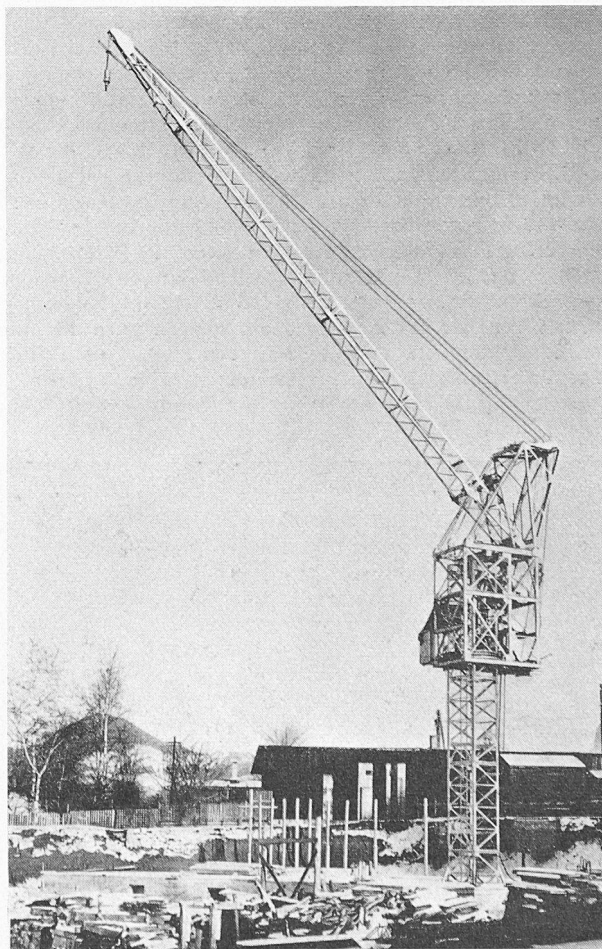

Bild 7. Kletterturmdrehkran *Schwing KTK 28 W* mit Wippausleger
Bei der Ueberflutung zweier Schalenräume soll die Schwimmfähigkeit des vollbeladenen Schiffs noch voll gewahrt bleiben. Um diese Forderung zu erfüllen, ist die Schale der «Romanshorn» in 13 Räume unterteilt. Bild 7 zeigt einige der extremsten Schwimmlagen, die sich bei der Ueberflutung zweier benachbarter Räume des vollbeladenen Schiffs ergeben. Die Stabilität ist noch gut; in einzelnen Fällen ist die metazentrische Höhe sogar noch grösser als in der Normal-lage.
*Hochhauskletterkrane* sind die jüngsten Kinder der Baukranproduktion und sind für den Hochhausbau in Stahlbetonskelett-Bauweise, wie dieser in der Schweiz besonders gepflegt wird, unbedingt erforderlich. Gleich drei Erzeugnisse wurden gezeigt: *Hilgers-Vögele* Typ SK 25 N, *Liebherr* 25 HGS, *Schwing* KTK 28 W (Bild 7), der erstgenannte mit Laufkatzenausleger, die beiden anderen mit Wippausleger. Alle drei Fabrikate sind auch als gleisfahrbare Turmdrehkrane verwendbar. Die konstruktive Neuheit ist die Anlenkung des Wippauslegers hinter dem Mast, im rückwärtigen Teil der drehbaren Kopfglocke. Hierdurch gibt es fast keinen unerreichbaren Innenkreis, und die Selbstmontage ist möglich. Beim *Kletterturmdrehkran Schwing* KTK 28 W bleibt der Lastweg bei Auslegerverstellung infolge spezieller Seilführung horizontal, was die Förderleistung vergrössert, die Kranführung vereinfacht bzw. die Sicherheit erhöht. Beachtenswert bei diesem Kran ist auch der Klettervorgang, bei dem auf die Umsetzung der 3 m langen Turmelemente verzichtet wird, und der am Modell wie folgt demonstriert wurde: Von der dritten Geschossdecke an wird der nun unverändert bleibende und den Baukörper stets um 12 m überragende Kran mit einer besonderen Winde über einen Flaschenzug im Mastinnern um ein Geschoss weitergehoben.